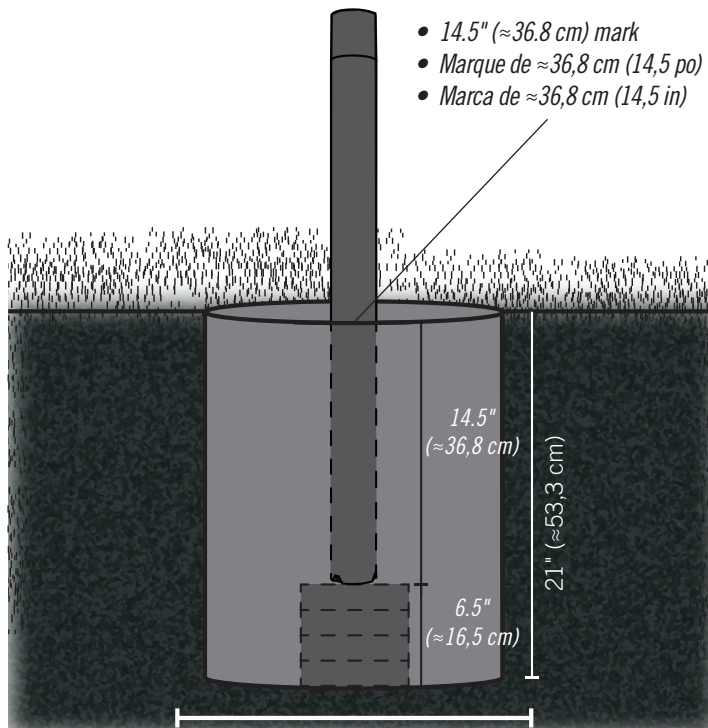
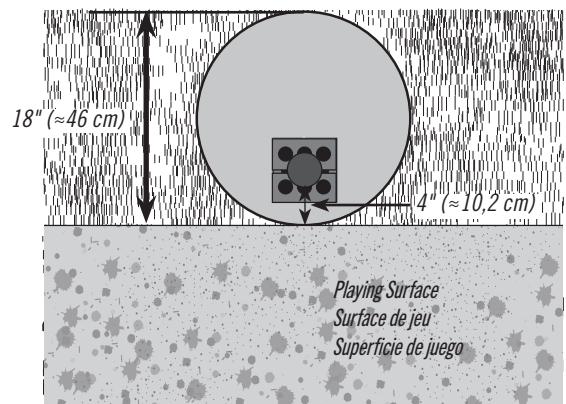

Fig. 1
Fig. 2
- Set the bottom of the bottom pole onto the bricks or patio blocks. The 14.5" ( $\approx 36.8$  cm) mark on the pole should be flush with the playing surface (Fig. 1). If it is not flush, the system will not adjust to the correct heights. The edge of the pole should be 4" ( $\approx 10.2$  cm) from the playing surface (Fig. 2) to ensure the back board overhangs the playing surface. If it is not, adjust it.
- Mettre l'extrémité inférieure du poteau inférieur sur les briques ou dalles de patio. La marque de  $\approx 36,8$  cm (14,5 po) devrait être au ras de la surface de jeu (Fig. 1). S'il n'est pas affleurant, le système ne s'ajustera pas aux hauteurs correctes. Le bord du poteau devrait être 4 po ( $\approx 10,2$  cm) de la surface de jeu (Fig. 2) pour assurer que le panneau surplombe la surface du jeu. Sinon, l'ajuster.
- Colocar el extremo inferior del poste inferior sobre los ladrillos o los bloques de patio. La marca de  $\approx 36,8$  cm (14,5 in) debería estar al ras de la superficie de juego (Fig. 1). Si no está enrasado, el sistema no se ajustará pas a las alturas correctas. El borde del poste debería estar 4 in ( $\approx 10,2$  cm) de la superficie de juego (Fig. 2) para asegurar que el tablero sobresale por encima de la superficie de juego. Si no, ajustarlo.